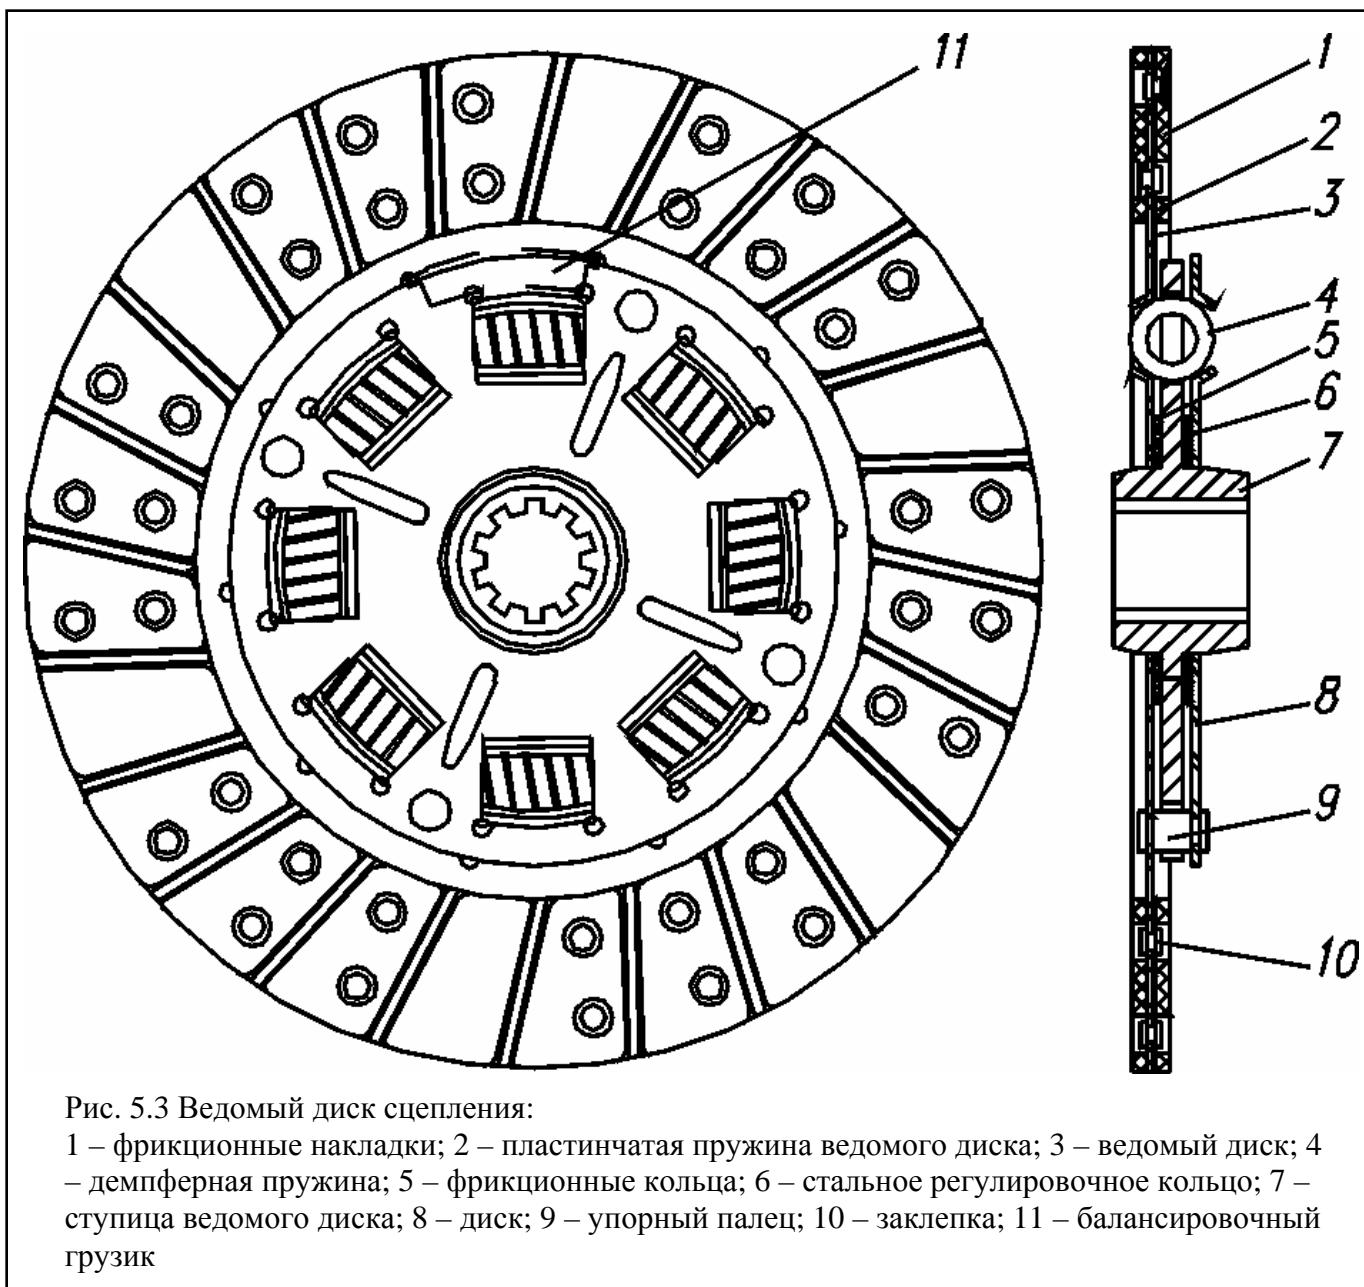

Рис. 5.3 Ведомый диск сцепления:
**Ведомый диск** (см. рисунок 5.3) по конструкции аналогичен диску, применяемому на рычажных сцеплениях, за исключением диаметра диска и фрикционных накладок.